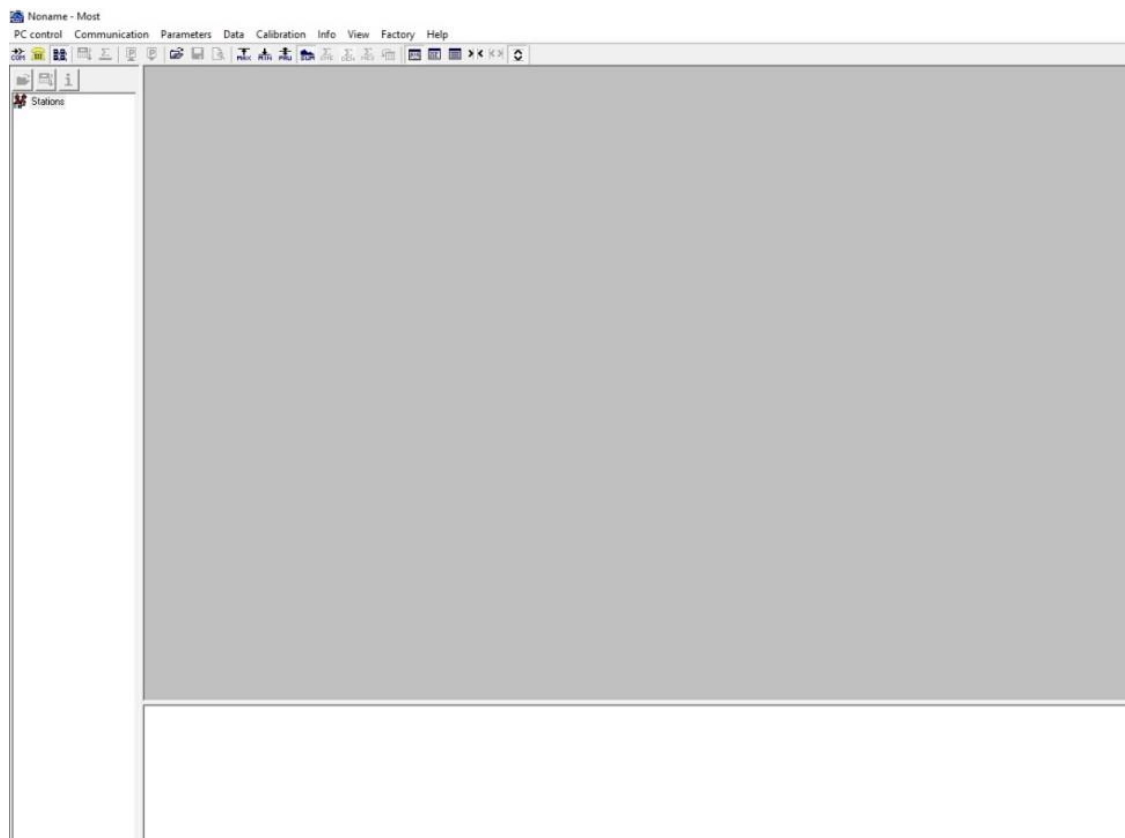

Fig. 2
- c) Se rulează aplicația **Most 2.3 ENG**. (fig. 2)